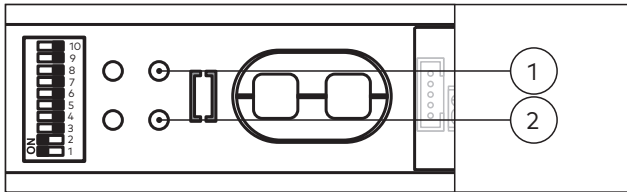

Abb. 49 Die Geschwindigkeit und die Offenhaltezeit einstellen
1. Die Geschwindigkeit am Potenziometer Geschwindigkeit einstellen (Abb. 49/1).
2. Die Offenhaltezeit am Potenziometer Offenhaltezeit einstellen (Abb. 49/2).